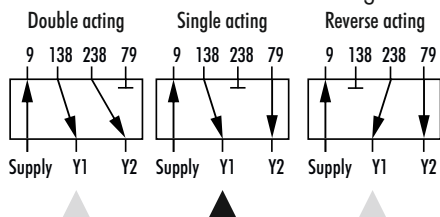

Bild 5-18: Schild auf dem Adapterwinkel
1. Wendeplatte (7) vom Adapterwinkel (6) abschrauben.
2. Adapterwinkel (6) auf den Stellungsregler setzen und mit den Schrauben (6.1) montieren, dabei auf den richtigen Sitz der O-Ringe achten.
3. Wendeplatte (7) auf den Adapterwinkel (6) schrauben, dabei auf den richtigen Sitz der O-Ringe achten.
4. Die gewünschte Schalfunktion nach Bild 5-18 durch Drehen der Wendeplatte wählen: Eine Pfeilmarkierung auf der
Wendeplatte zeigt auf die entsprechende Schaltfunktion, vgl. Bild 5-18.
2. Adapterwinkel (6) auf den Stellsregler setzen und mit den Schrauben (6.1) montieren, dabei auf den richtigen Sitz der O-Ringe achten.
4. Die gewünschte Schaltfunktion nach Bild 5-18 durch Drehen der Wendeplatte wählen: Eine Pfeilmarkierung auf der Wendeplatte zeigt auf die entsprechende Schaltfunktion, vgl. Bild 5-23.
5. Abtaststift am Hebel (M) aus seiner Stiftposition lösen und in Position 90° umsetzen.